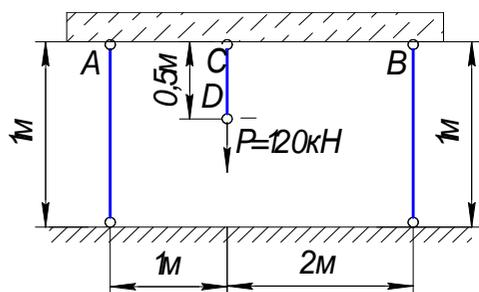

Рис.2.7
2.12. Жесткая балка АВ, деформацией которой пренебрегаем, опирается на стойки и нагружена, как указано на рис. 2.7. Стойка А – стальная, сечением  $10\text{см}^2$ , стойка В – деревянная, сечением  $100\text{см}^2$ , стержень С – медный, сечением  $30\text{см}^2$ . Определить опускание точки подвеса груза.